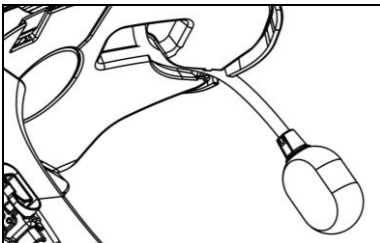

Abb. 8
- Positionieren Sie das Mikrophon in dem dafür ausgesparten Bereich auf der rechten Seite des Helms, indem Sie den Metallausleger in den auf dem Helm im Bereich der Halterung des Kinnschutzes vorhandenen Führungsschlitz einfügen (Abb. 8).